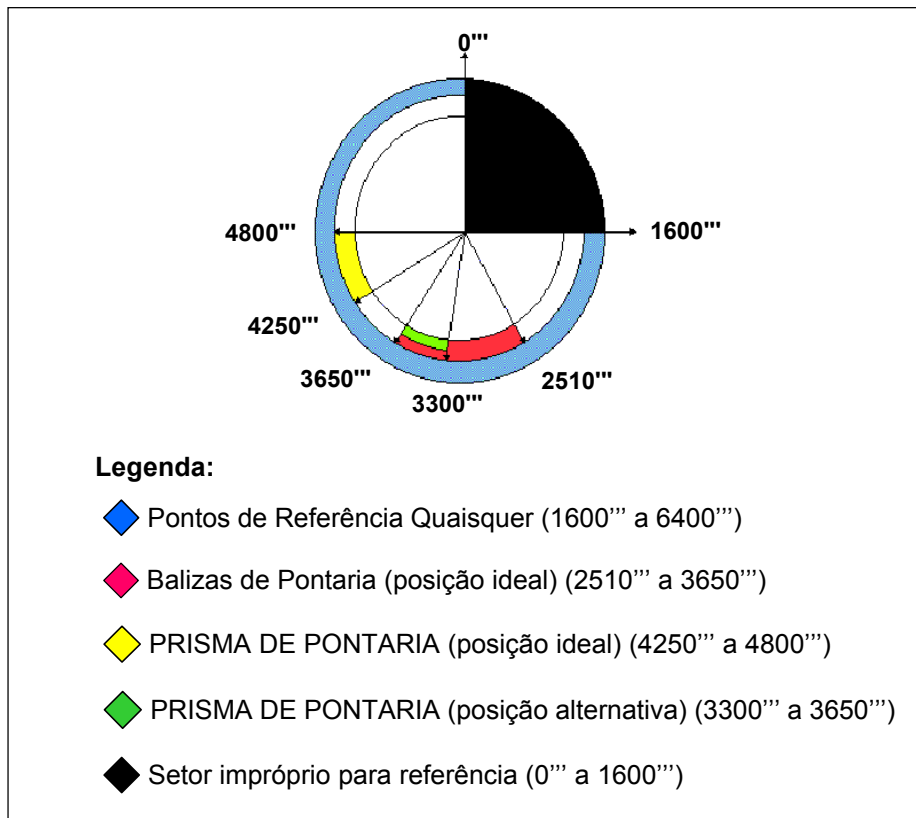

Fig 5-1. Setores para referência
(1) Balizas - o C1 registra uma deriva dentro do setor 2510” e 3650” (vide Fig 5-1) da luneta panorâmica (este procedimento é utilizado devido à paralaxe que o material possui entre a luneta e o tubo), tendo como principal critério a escolha de uma visada num terreno limpo e sem desnivelamento. Posteriormente, anota a deriva de referência para as balizas no quadro de derivas.
(2) Ponto de referência afastado - Após o CLF ou CP terem escolhido o(s) ponto(s) de referência afastado o C1 refere sua luneta sobre o mesmo, e faz a leitura da deriva, não esquecendo de anotá-la, em seguida, no quadro de derivas.
(3) Referência do prisma de pontaria (conforme “Anexo I”).
(4) Terminada qualquer das operações anteriores, o C1 solta o parafuso